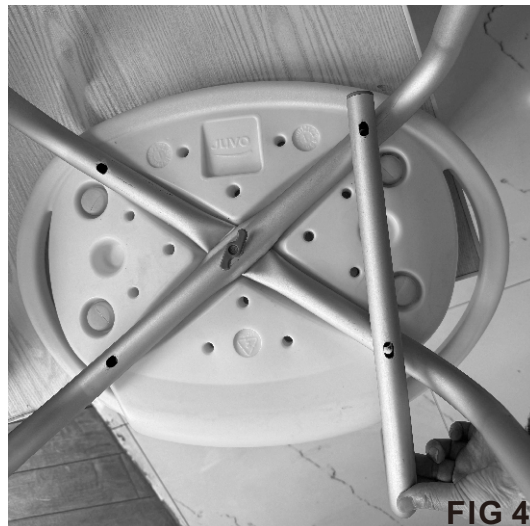

FIG 4
- la partea inferioară a scaunului - Așezați o bară de sprijin pentru spătar peste suporturile pentru picioare în formă de U, astfel încât cele două orificii ale barei de sprijin pentru spătar să se alinieze cu cele două orificii ale suporturilor pentru picioare în formă de U (consultați FIG. 4). Asigurați-vă că bara de sprijin pentru spătar este orientată în sus, din partea din spate a scaunului.